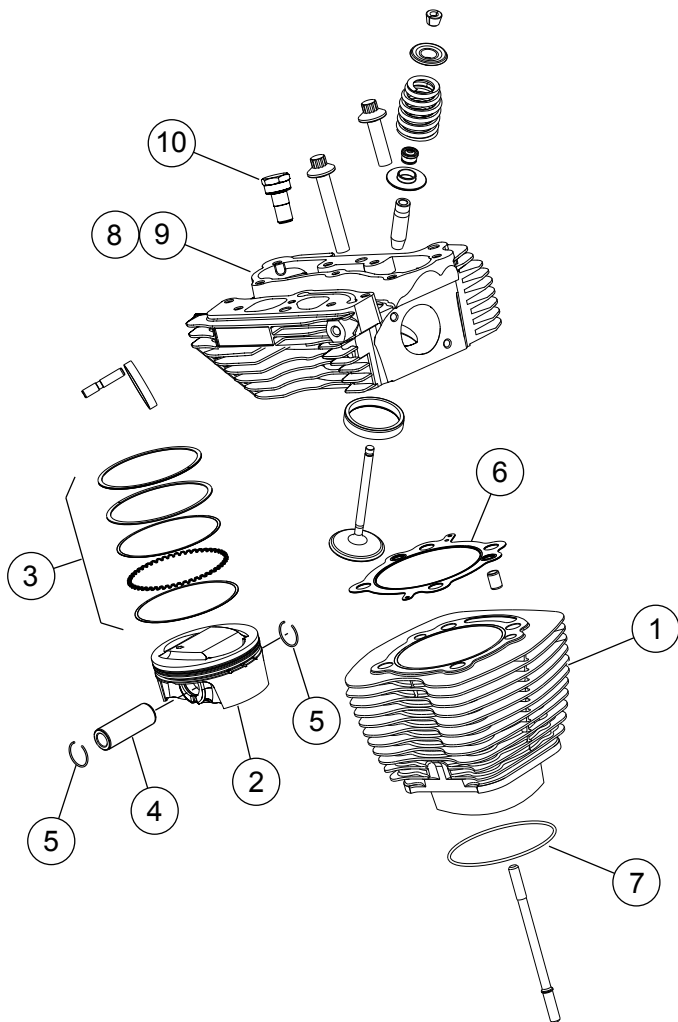
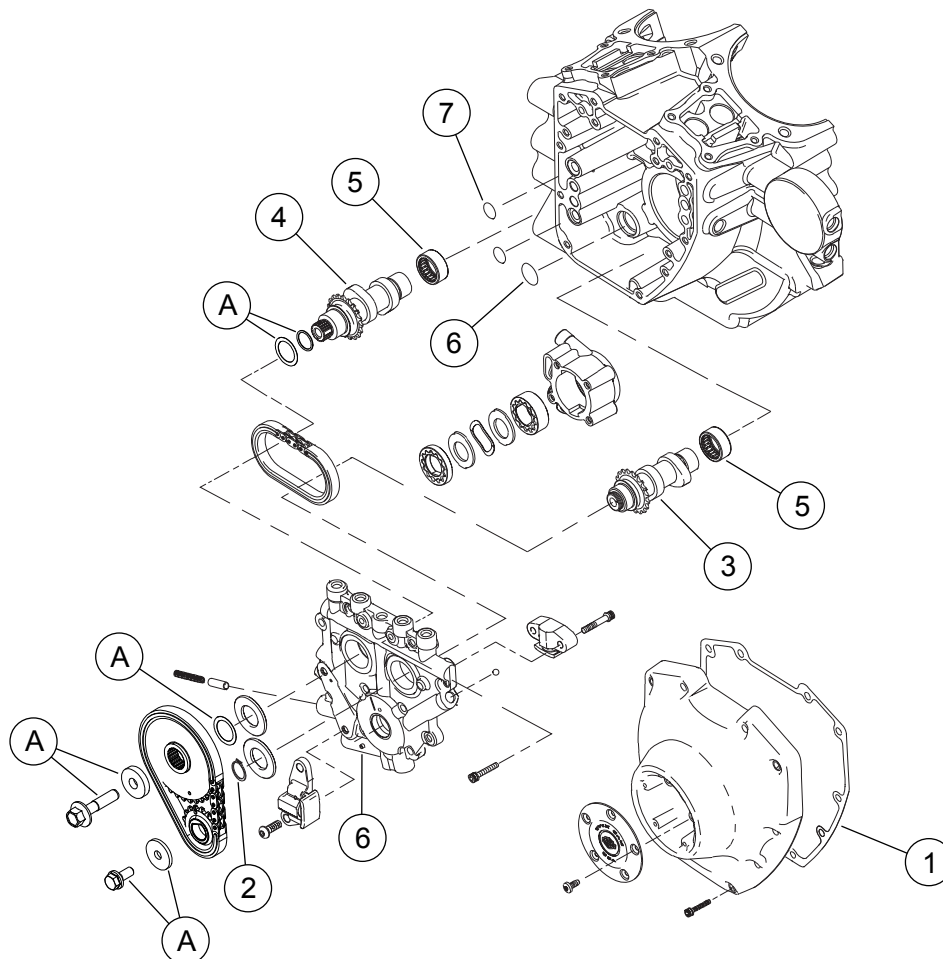

Figura 1. Peças de reposição: Kit Screamin' Eagle TC 103 (1690 cc) Stage 4
Figura 3. Peças de reposição: Kit Screamin' Eagle Pro 103 (1690 cc) Stage 4
Veja da Figura 1 a Figura 3 da Tabela 1 a Tabela 3.
1. Veja Figura 3 . Inspeção os rolamentos de agulhas do comando de válvulas (7) e substitua se necessário.
2. Veja Figura 1 a Figura 3 . Monte os excêntricos na placa do excêntrico, os cabeçotes dos cilindros e a extremidade superior do motor para competição usando as peças do kit. Consulte as seções sobre MOTOR apropriadas no Manual de serviço.